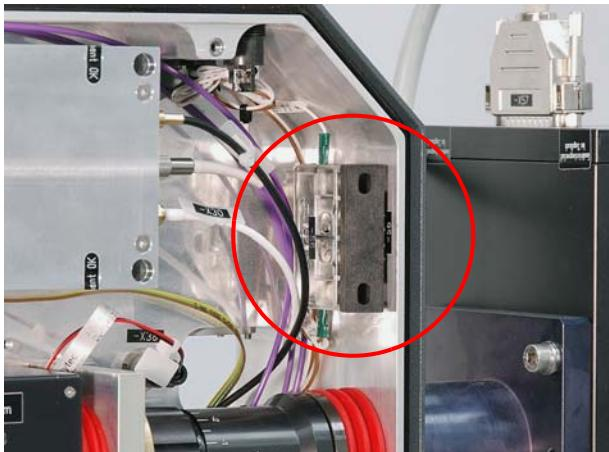

Abbildung 7.41 Interlockschalter überbrückt
18. SMA-Stecker HF-Leitung (2) und SMB-Stecker Q-Switch Interlock-Leitung (3) anklemmen.
19. Interlockschalter (Abbildung 7.41) brücken.